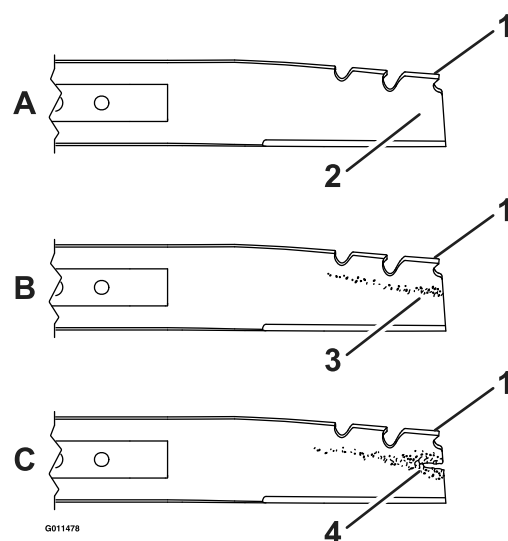

Figure 18
5. Contrôlez soigneusement l'affûtage et l'usure de la lame, surtout au point de rencontre des parties planes et relevées (voir Figure 18). Le sable et les matières abrasives peuvent éroder le métal à cet endroit, c'est pourquoi il est important de contrôler l'état de la lame avant d'utiliser la tondeuse. Remplacez la lame si elle est usée ou présente une entaille (Figure 18B et Figure 18C).